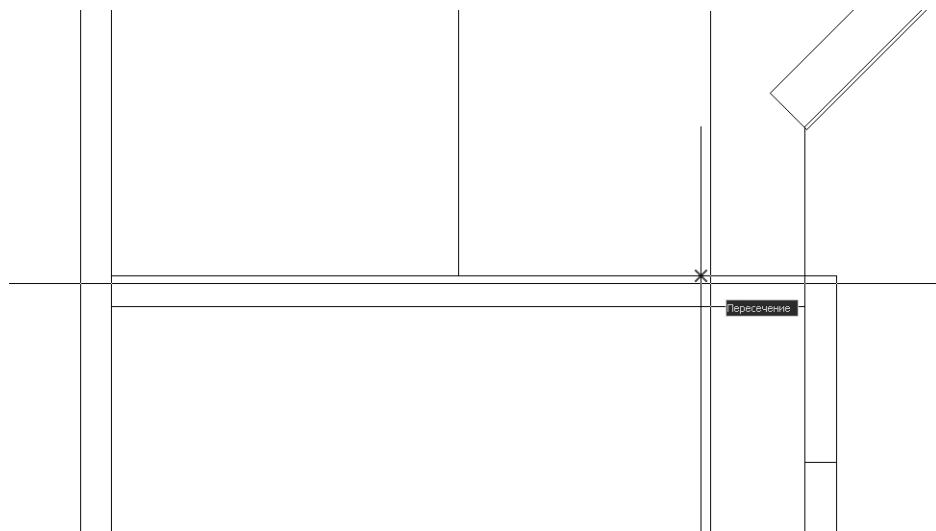

Рис. 5.30 ▼ Точка пересечения будет использоваться в качестве базовой для временного отслеживания объектной привязки
5. Переместите указатель мыши в точку пересечения вспомогательной линии с верхней линией контура правой боковой стенки малой тумбы (рис. 5.30) и, как только AutoCAD распознает эту точку, щелкните для ее захвата в качестве базовой.